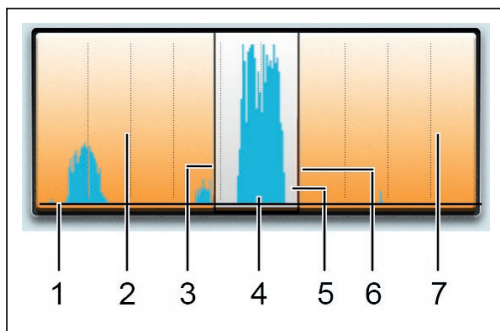

Fig. 21: Affichage de la fréquence
1. Touchez l'affichage de la fréquence (fig. 21).